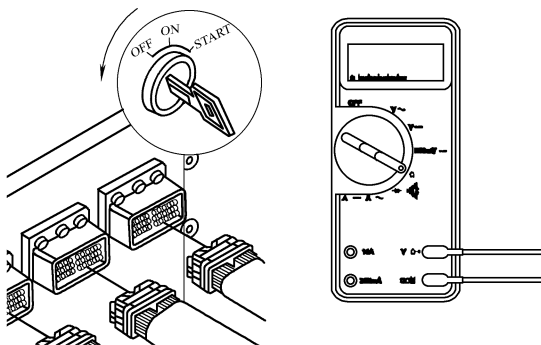

图 4-19 导通性检查过程
② 导通性检查步骤是, 断开钥匙开关, 拔下待测线束插头, 调整万用表并用万用表测量电阻, 如图 4-19 所示。
③ 将测试导线插入待测导线的触针中, 另一支测试导线插入待测导线的另一端, 并用测试导线上的鳄鱼夹分别夹住两支表笔, 读取万用表显示值。
④ 如果导线导通, 电阻必须小于 10Ω 。如果万用表显示的数值大于 10Ω , 必须维修导线或更换导线。